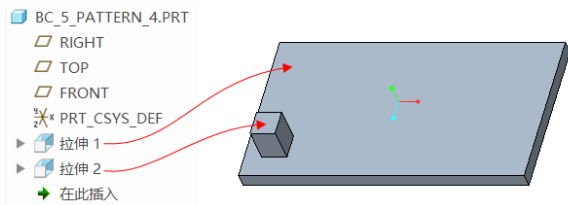

图 5-41 原始模型
- 1 在“快速访问”工具栏中单击“打开”按钮, 弹出“文件打开”对话框, 选择“bc_5_pattern_4.prt”配套文件, 然后在“文件打开”对话框中单击“打开”按钮。该文件中存在着的原始模型如图 5-41 所示。